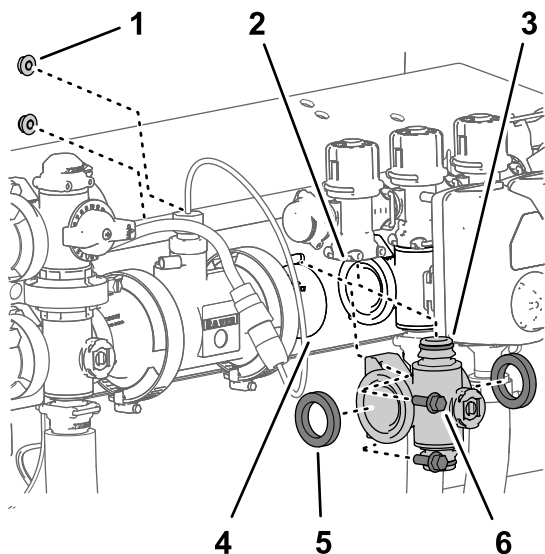
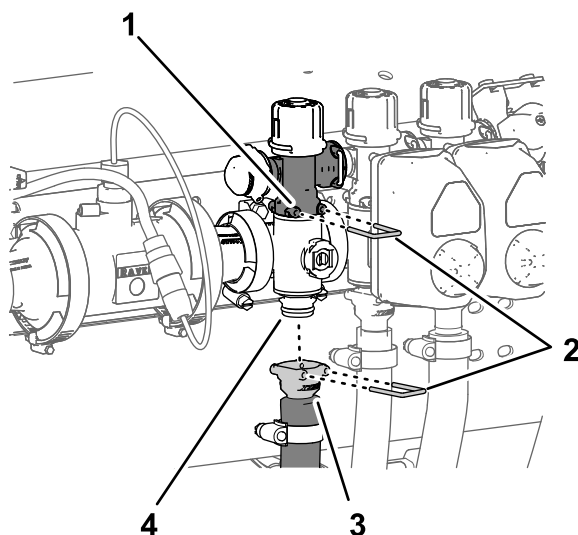

图 132
图 133
1. 将在 拆下喷洒臂段歧管阀 \(页码 73\) 中卸下的 2 个垫片与喷洒臂段阀歧管的法兰对齐 图 132。
2. 将喷洒臂段阀歧管的法兰放在其他喷洒臂段阀和/或耦合适配器的法兰之间 图 132。
3. 用快速连接销将喷洒臂段歧管的快速连接接头安装到喷洒臂段旁通阀的快速断开槽内 图 132 和 图 133。
5. 对于左或右喷洒臂段阀歧管使用在 拆下喷洒臂段歧管阀 \(页码 73\) 中卸下的 2 个凸缘头螺栓 1/4 x 3/4 英寸和凸缘锁紧螺母 1/4 英寸将喷洒臂段阀歧管安装到阀支架上 图 132。
8. 用快速连接销将喷洒臂段软管的快速连接耦合器安装到喷洒臂段阀歧管的快速连接接头上 图 133。